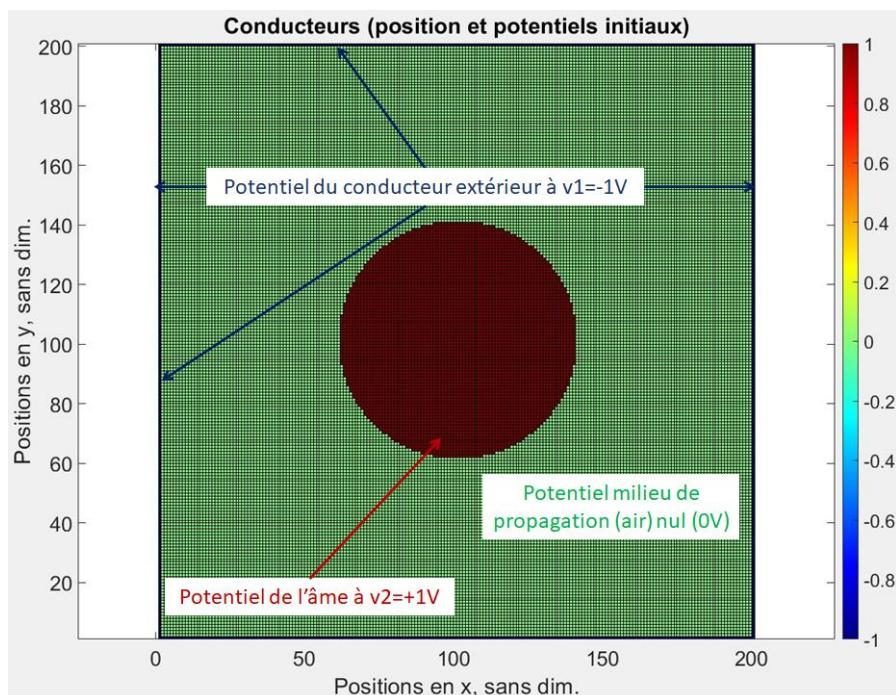
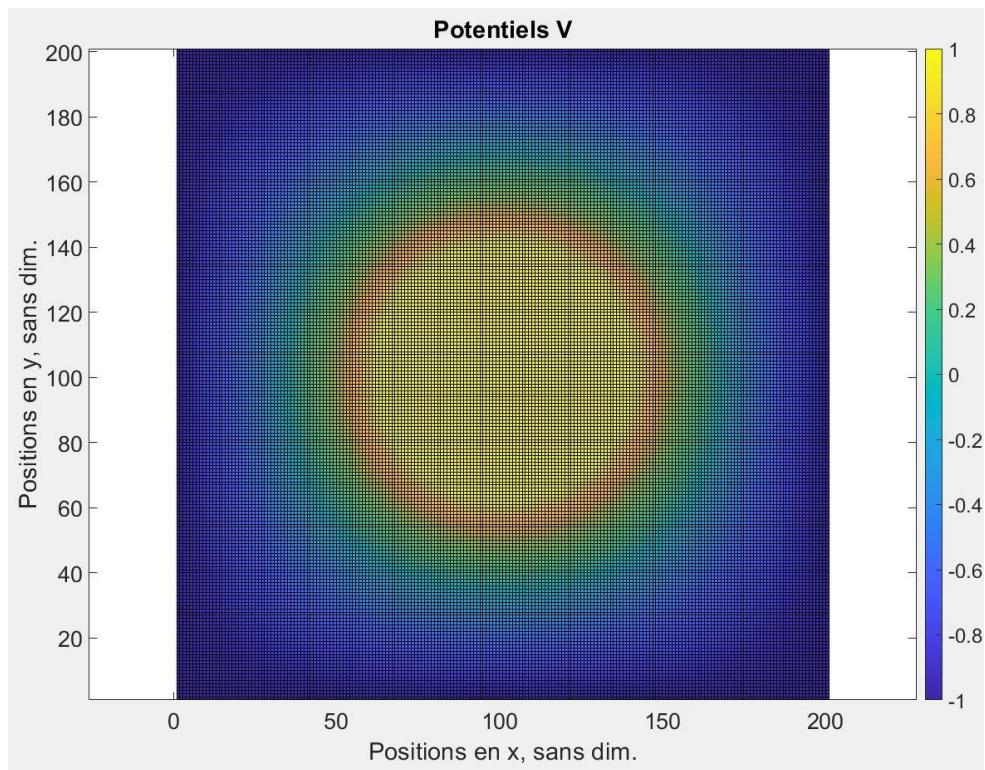
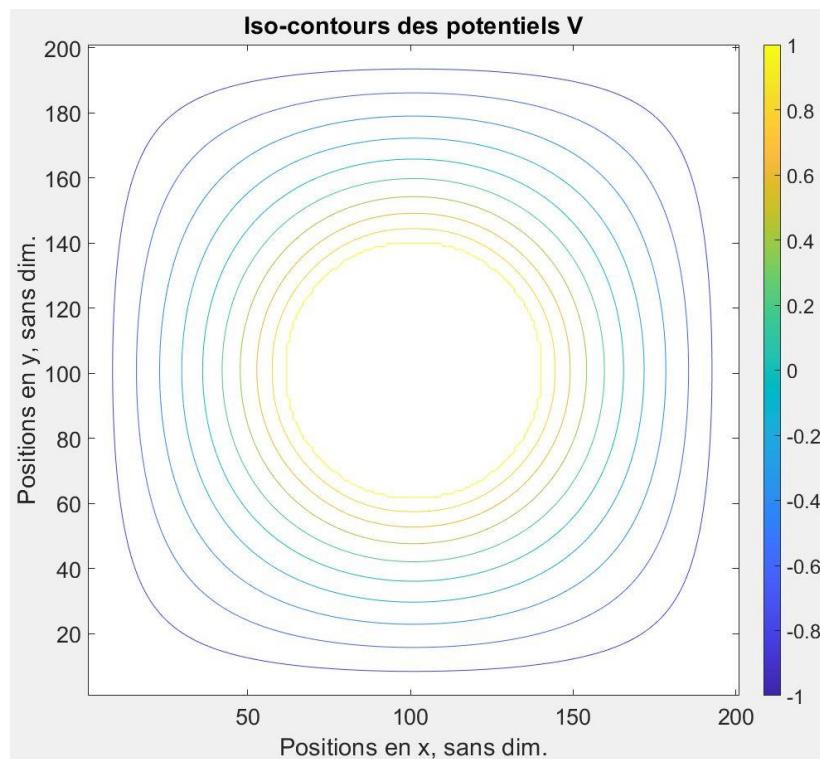

Fig. 1. Conducteurs et valeurs des potentiels (v1=-1V bleu, v2=1V rouge).
Fig. 2. Potentiels calculés dans tout le domaine de calcul pour une précision ‘eps’ de 0.001 et un nombre maximum d’itération ‘itmax’ de 10000.
Fig. 3. Lignes « iso-contour » du potentiel V (positions en x et en y en mailles).
- Définir un modèle de conducteurs portés à deux potentiels $v1=-1V$ et $v2=1V$ (voir la Fig. 1 pour le détail), le reste des potentiels étant initialement nuls dans le reste du domaine (201 mailles x 201 mailles).
Dans ce travail, on considérera que chaque cellule discrétisée en x et en y présente une dimension unitaire (sans dimensions). Sur la base de la Fig. 1, on constate donc que les deux conducteurs concentriques sont caractérisés par un centre commun en position $x0=101$ mailles / $y0=101$ mailles et que les dimensions sont respectivement un rayon du cercle de $a=40$ mailles (Fig. 1 en rouge) et $D=201$ mailles (Fig. 1 en bleu).
- Calculer par la méthode des différences finies les potentiels dans tout le domaine de calcul représenté par les Fig. 3 et Fig. 4 suivantes. On utilisera une précision 'eps' de 0.001 et on maximisera le nombre de passage dans la boucle à 'itmax' = 10000. **Afficher en commentaire dans votre script le nombre effectif de passages dans la boucle de calcul du potentiel.**
- Réaliser des figures similaires à Fig. 1, Fig. 2 et Fig. 3.